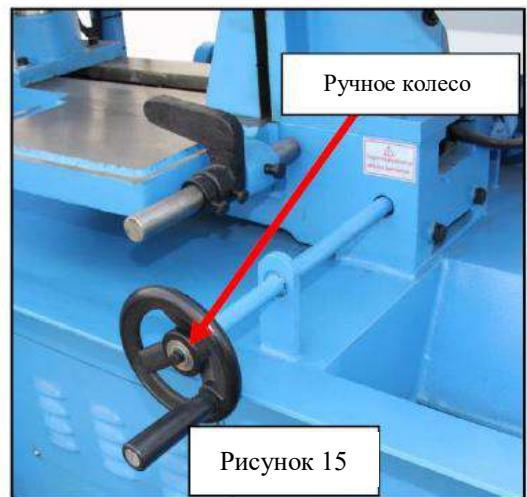

Рисунок 15
- (2) Поворачивайте ручное колесо по часовой стрелке до тех пор, пока валик не запустится. Перемещайте заготовку вперед до тех пор, пока она не коснется рабочей поверхности, а затем зажмите ее тисками. Для перемещения заготовки назад, поверните ручное колесо против часовой стрелки (см. рисунок 15).